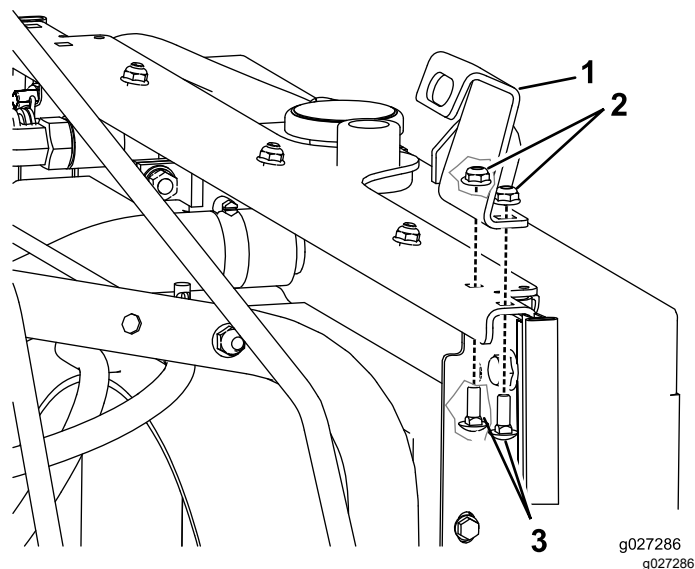

図 5
13. ブラケットラッチを、フード後部の下のフレームの左側に取り付ける（図 5）。